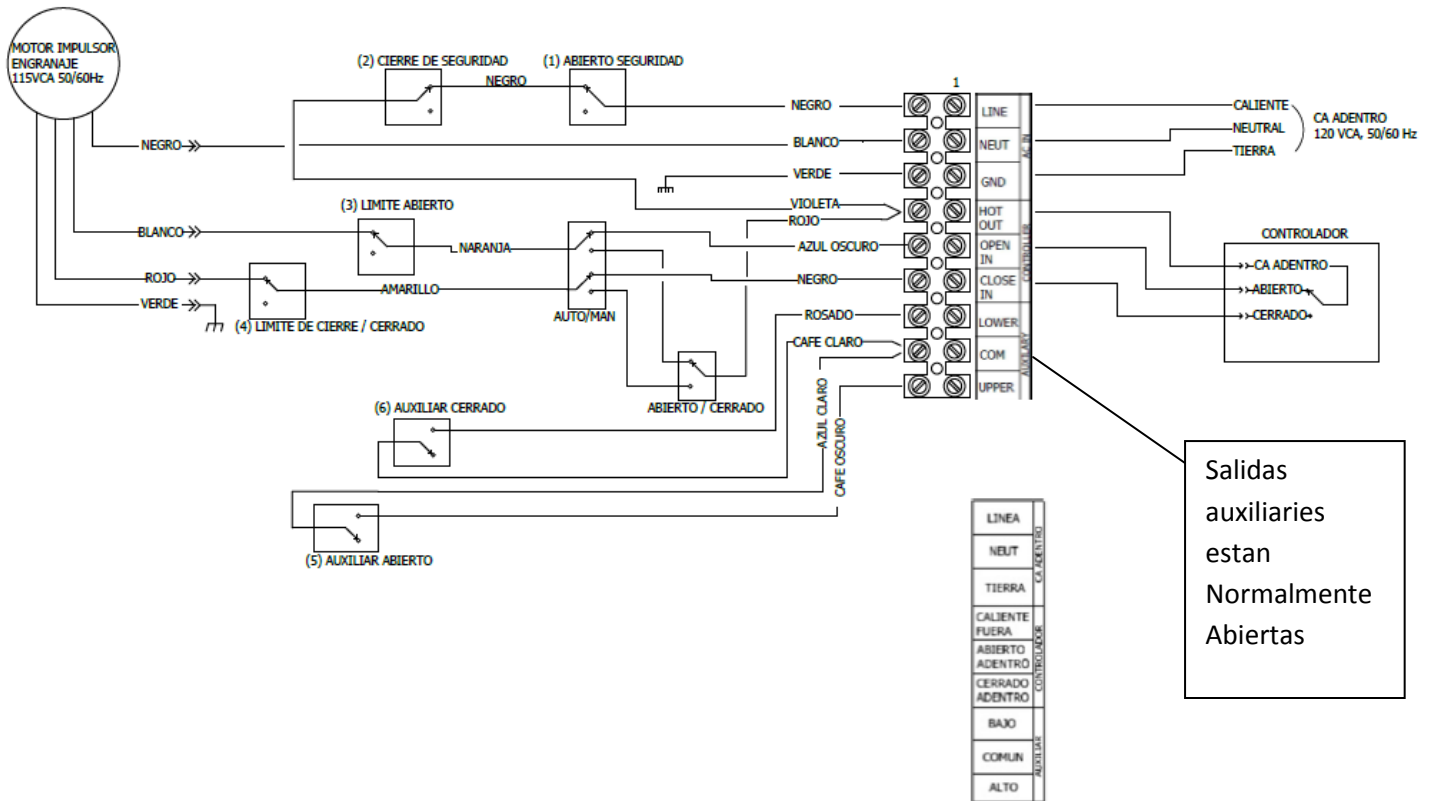

Figura 21A
11. Conectar los cables a la máquina por **(Figura 21A o 21B)** dependiendo del voltaje de entrada. Toda instalación de los cables debe realizarse de acuerdo con los códigos eléctricos nacionales y locales